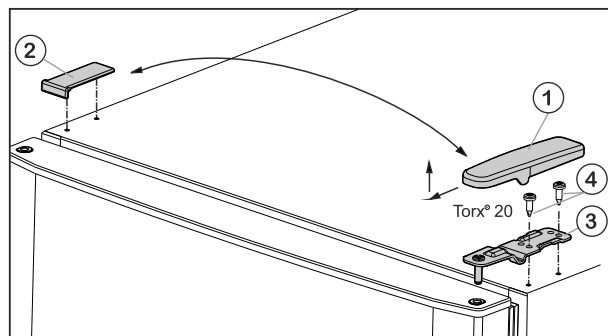

Fig. 6
- ▶ Wyjąć osłonę Fig. 6 (1) do przodu i do góry.
- ▶ Podnieść osłonę Fig. 6 (2).
- ▶ Odkręcić górną płytkę zawiasu Fig. 6 (3) (2 razy Torx® 20) Fig. 6 (4) i wyjąć ją do góry.
- ▶ Włożyć w drzwi górną płytkę zawiasu Fig. 6 (3) po nowej stronie zawiasów.
- ▶ Dokręcić górną płytkę zawiasu (z siłą 4 Nm) (2 razy Torx® 20) Fig. 6 (4). Ewentualnie użyć wkrętarki akumulatorowej.
- ▶ Założyć osłonę Fig. 6 (1) od zewnątrz odpowiednio po przeciwległej stronie i zazębnić.
- ▶ Założyć osłonę Fig. 6 (2) od góry odpowiednio po przeciwległej stronie i zazębnić.